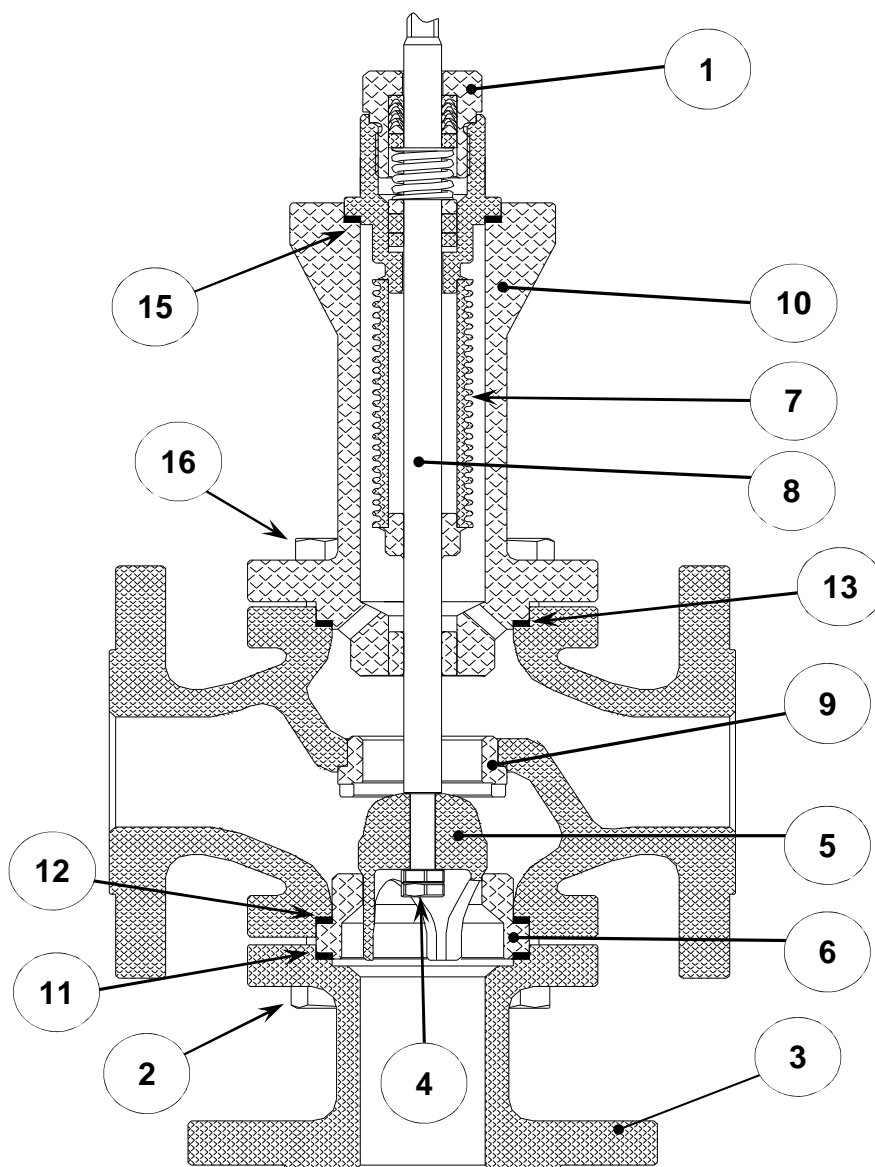
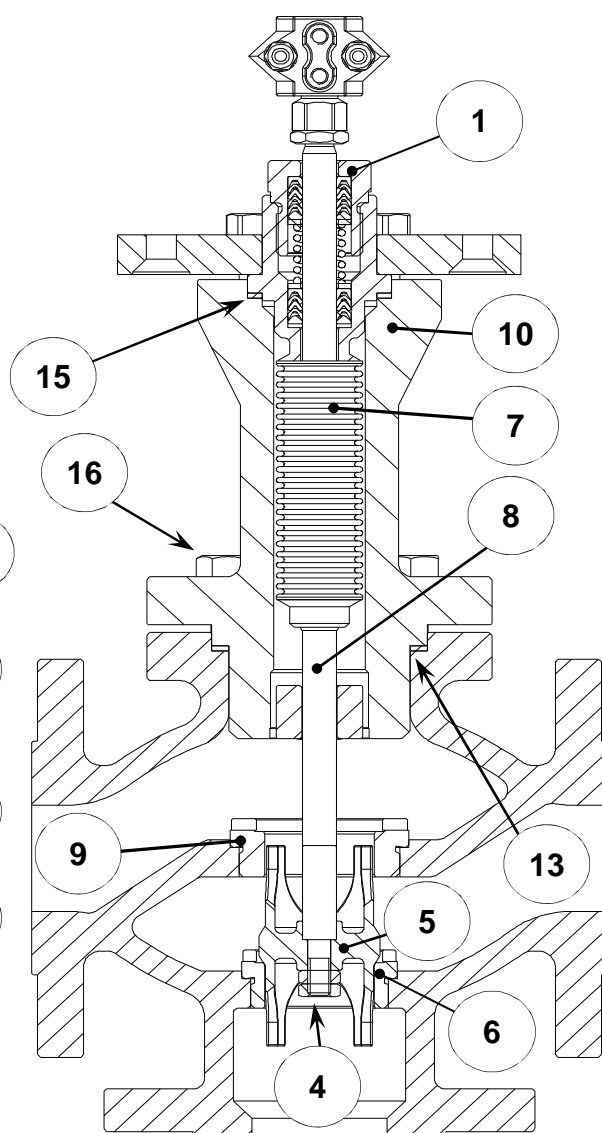

Fig. 14
Fig. 14.1
Separare l'attuatore dal corpo valvola come descritto nei paragrafi precedenti. Facendo riferimento alla Fig.14 per valvole V250 e alla Fig.14.1 per valvole K150 proseguire come segue:
Separate the actuator from the valve body as described on the above paragraphs. In reference to the figure 14 for V250 valves and figure 14.1 for K150 valves proceed as follow:
- Svitare completamente il dado (1).
- Estrarre la molla (2) ed il pacco premistoppa (3).
- Sostituire sempre le guarnizioni del corpo indicata in fig. 14, pulendo accuratamente i piani d'appoggio.
- Screw off the threaded bushing (1).
- Remove spring (2) and packing (3).
- Replace the body gasket (6) (see fig. 14) after cleaning its housing face carefully.